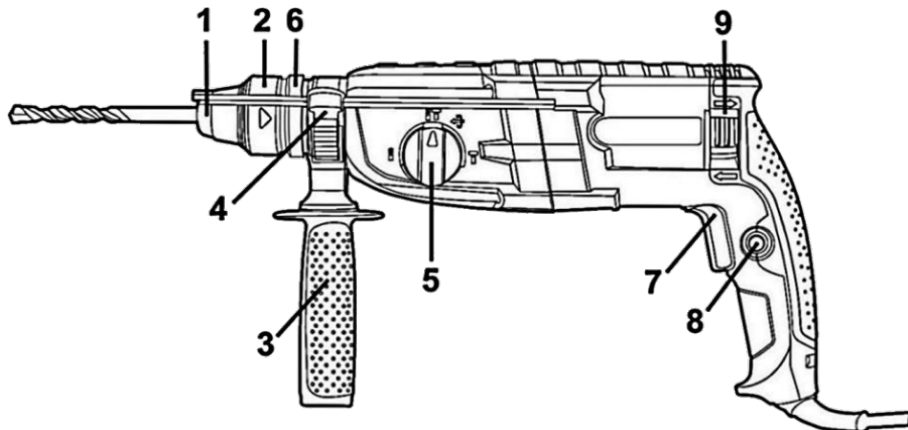

Рисунок 1
**4.1** Виберіть необхідний режим роботи виробу за допомогою перемикача (5) (див. рисунок 1, таблицю 2). При необхідності встановлення свердильного патрона – встановіть його в патрон SDS-plus через адаптер.
**4.2** Для включення виробу натисніть на курок вимикача (7) (рис. 1). Для відключення виробу слід курок відпустити.